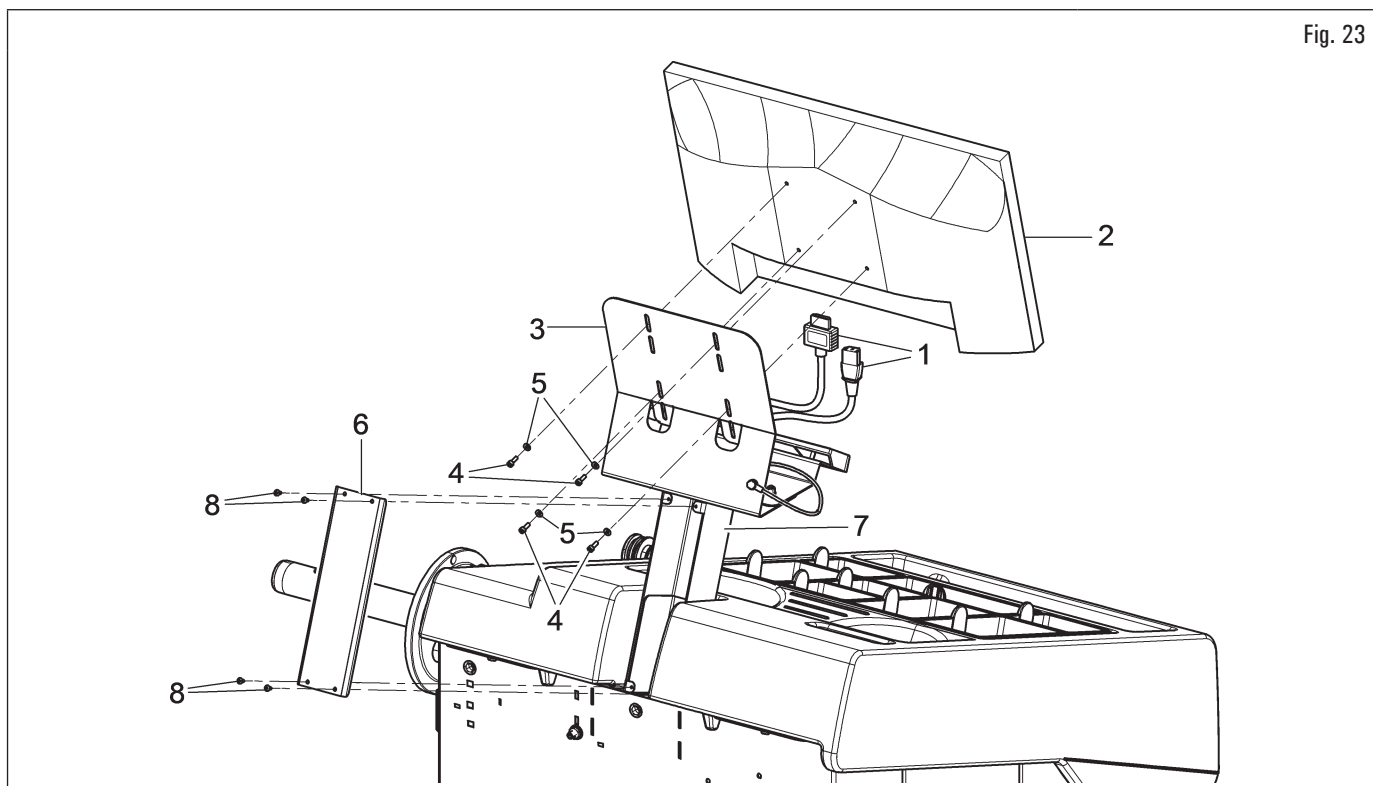

Fig. 23
6. conectar los enchufes (Fig. 23 ref. 1) a las tomas de corriente y señal de la pantalla (Fig. 23 ref. 2);
7. Fijar el monitor (Fig. 23 ref. 2) a la fijación trasera del monitor (Fig. 23 ref. 3) con los tornillos (Fig. 23 ref. 4) y arandelas (Fig. 23 ref. 5), suministrados. Fijar la tapa del cable (Fig. 23 ref. 6) al conjunto soporte del monitor (Fig. 23 ref. 7) con los tornillos (Fig. 23 ref. 8) suministrados.